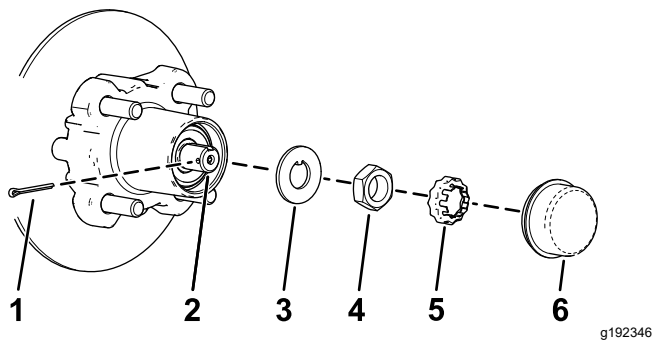
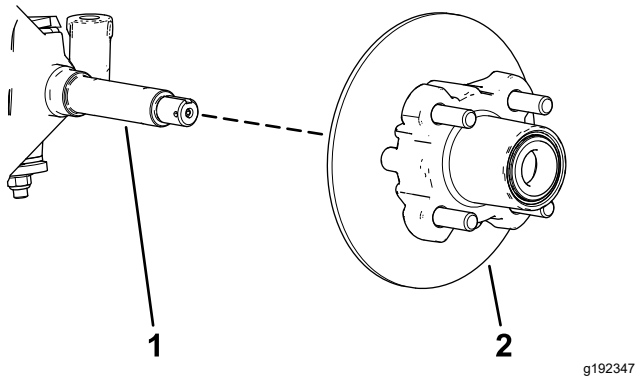

図 34
図 35
4. ハブからダストキャップを取る 図 34。
- スピンドルとスピンドルナットから、コッターピンとナットリテーナを外す 図 34。
- スピンドルからスピンドルナットを外し、スピンドルからハブローラアセンブリを取り出す 図 34 と 図 35。